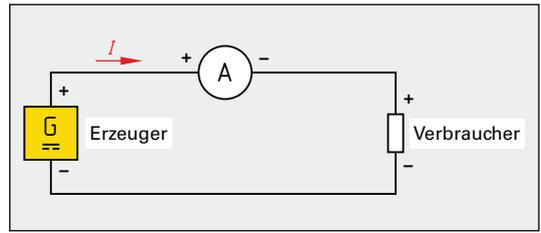

Bild 1: Strommessung in einem Stromkreis
Der elektrische Strom kann nur in einem geschlossenen Stromkreis fließen (**Bild 1**).
Die Stromstärke hat die Einheit Ampere (A), benannt nach Ampère (sprich: Ampähr), franz. Physiker, 1775 bis 1836. Sie wird durch einen Strommesser gemessen, der in den Stromweg geschaltet wird (Bild 1). Die Stromstärke hat das Formelzeichen  $I$ .